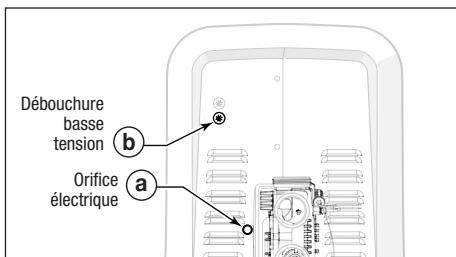

Figure 10. Orifice électrique JXi
10. Faire passer l'extrémité de la borne des deux fils roses et des fils vert et bleu du nouveau câblage du JXi à travers l'orifice électrique du panneau latéral. Se reporter à la *Figure 10 (a)*. Si vous utilisez la débouchure basse tension, vous devrez peut-être retirer le capuchon et le remplacer par la douille pour débouchures fournies, se reporter à la *Figure 10 (b)*.
**REMARQUE :** Si le numéro de série de votre réchauffeur est la révision « G » (GXXXXX) ou une version antérieure, vous devrez utiliser la débouchure basse tension pour câbler le réchauffeur, se reporter à la *Figure 10 (b)*.